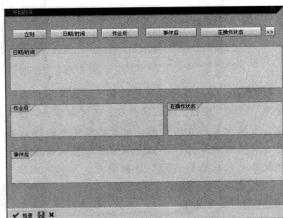

图 4-36 定义后台作业运行时间
STEP 5 如果所有的后台作业创建完成,则可在“定义后台作业”操作界面中单击“ 开始条件”按钮,在弹出的“开始时间”界面中定义后台作业的运行时间,如图 4-36 所示。如果选择“立刻”选项,则该后台作业立即会在后台运行;如果选择“日期/时间”选项,则可在“日期/时间”栏中填写“预定的启动时间”和“之后不启动时间”,填写完成单击保存,后台作业即会按照开始时间运行。